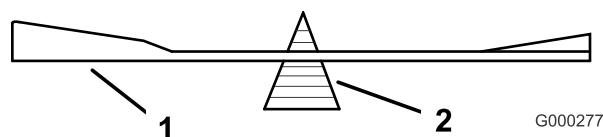
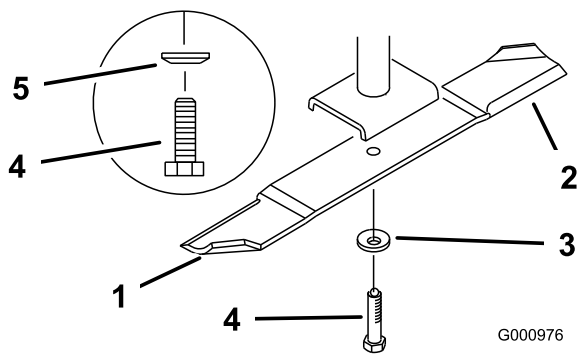

Figura 71
Figura 72
2. Retire del eje el perno de la cuchilla, la arandela de muelle y la cuchilla (Figura 72).
2. Verifique el equilibrio de la cuchilla colocándola sobre un equilibrador de cuchillas (Figura 71). Si la cuchilla se mantiene horizontal, está equilibrada y puede utilizarse. Si la cuchilla no está equilibrada, rebaje algo el metal en la parte de la vela solamente (Figura 72). Repita este procedimiento hasta que la cuchilla esté equilibrada.
1. Instale la cuchilla en el eje (Figura 72).
2. Instale la arandela de muelle y el perno de la cuchilla. El cono de la arandela de muelle debe estar orientado hacia la cabeza del perno (Figura 72).